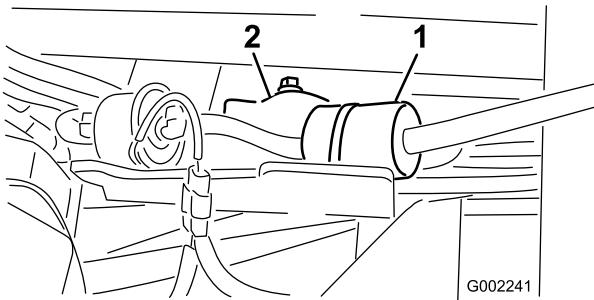

Figura 45
4. Allentate ed allontanate le fascette stringitubo dal filtro (Figura 45).